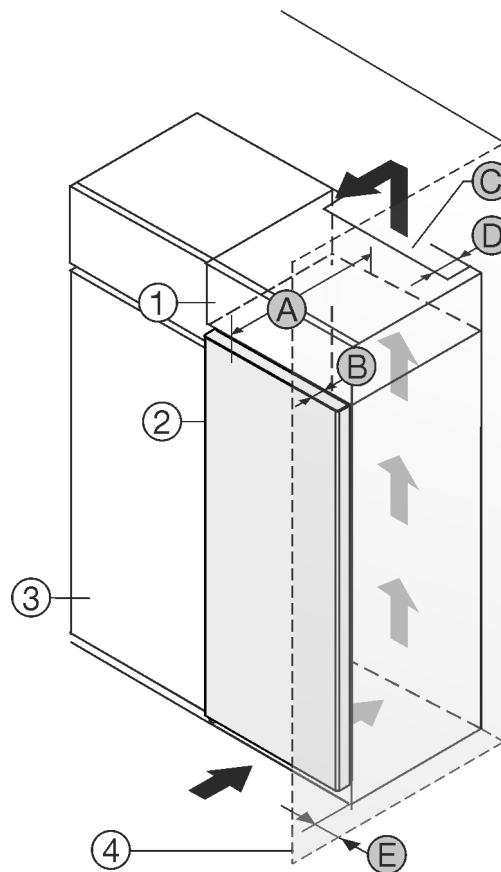

Fig. 1
- (1) Rehausse *
- (2) Appareil *
- (3) Placard de cuisine *
- (4) Mur *
- (5) Profondeur de l'appareil *
- (A) Profondeur de l'appareil *
- (B) Profondeur de porte *
- (C) Section de ventilation *
- (D) Distance du dos de l'appareil *
- (E) Distance par rapport au côté de l'appareil *
Vous pouvez placer le réfrigérateur directement à côté de l'armoire de cuisine Fig. 1 (3)*
Une sortie d'air avec la profondeur Fig. 1 (D) doit être présente au dos de la rehausse sur toute sa largeur.*
La section de ventilation *Fig. 1 (C)* sous plafond doit être respectée.*
Si le réfrigérateur est installé avec les charnières près d'une paroi *Fig. 1 (4)*, la distance entre le réfrigérateur et la paroi doit être d'au moins 13 mm.*
Pour pouvoir ouvrir complètement les portes, le réfrigérateur doit dépasser de la profondeur de la porte *Fig. 1 (B)* par rapport à la façade du placard. L'appareil peut déborder encore plus en fonction de la profondeur des placards *Fig. 1 (3)* et de l'utilisation de cales d'épaisseur.*